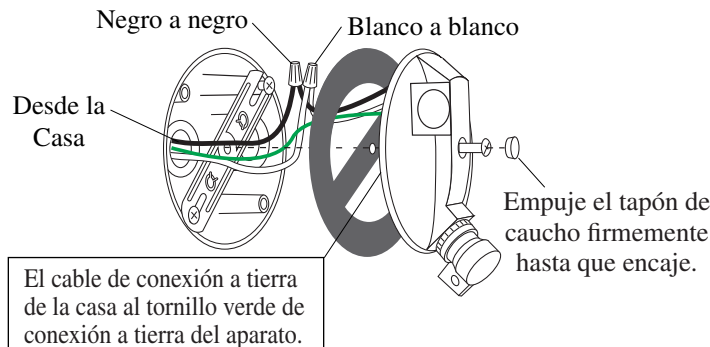

Figura 1: Conexión en la Placa de la Caja de Empalmes
3. Conecte el control de luz como se muestra en la Figura 1: